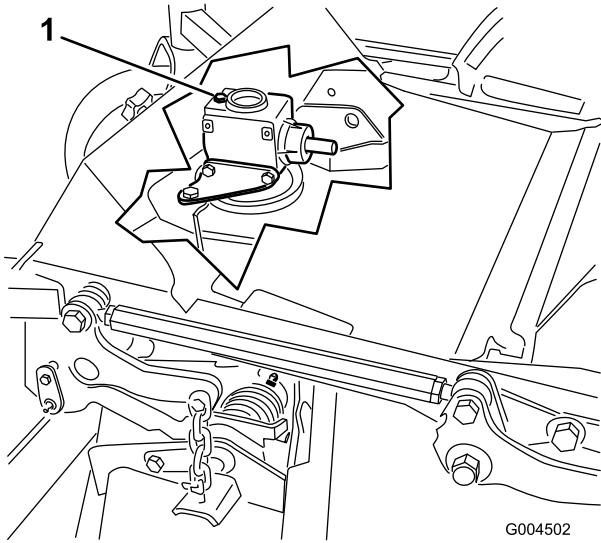

Figure 63
- Retirez la jauge/le bouchon de remplissage du haut du réducteur (Figure 63) et vérifiez que le niveau de lubrifiant se situe entre les repères de la jauge.
- Retirez la jauge/le bouchon de remplissage du haut du réducteur (Figure 63).